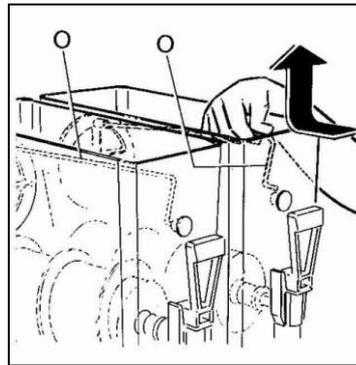

Fig. 1
**L**'apparecchio su una superficie orizzontale e solida facendo in modo che la carrozzeria dell'apparecchio sia ben areata (almeno 20 cm di spazio libero, fig.1), installare l'apparecchio in un ambiente asciutto ed evitare di installarlo
- **E**strarre il dispositivo di miscelazione superiore (O) spingendolo leggermente all'indietro per poterlo disincastare dalla propria sede (vedi fig. 1).